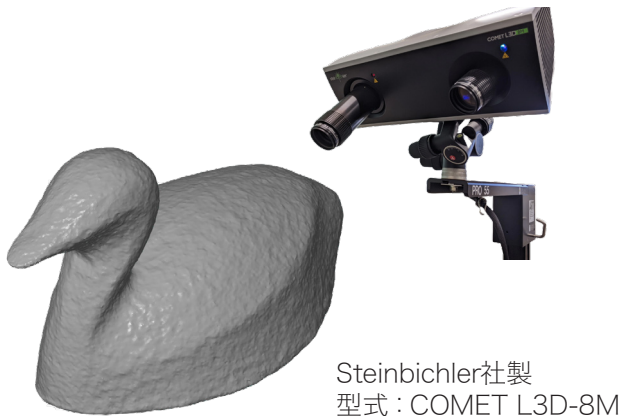

図5 (左) 取得した3Dモデル、(右) 3Dデジタイザ
- ① 3Dデジタイザは非接触で測定物の3D形状を取得することができます。これを用いてSTL形式の3Dモデルデータを取得します(図5)。測定物概略寸法は65×35×40mmです。